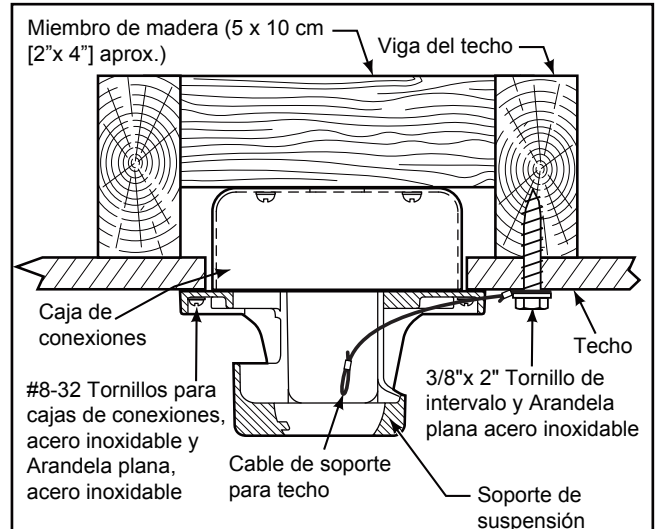

Figura 3
Uso del soporte (Figura 3)
3. Afloje los dos tornillos de fijación del soporte del barral de soporte para techo a través de la varilla. Introduzca los cables de color negro, blanco y cable de seguridad a través de la varilla. (Figura 3)
1. Fije adecuadamente el soporte colgante a la caja de empalme del techo que sea aceptable para el soporte del techo. Usando los tornillos de la caja de salida #8-32 y las arandelas planas suministrado con el ventilador. (Figura 3)
2. Perfore un orificio de 1/4" en la estructura del edificio para evitar grietas con la instalación del tornillo de intervalo. Utilice el tornillo de intervalo de 3/8"x 2" y la arandela plana para fijar el cable de seguridad a la viga del techo o a la estructura de madera. Dicho tornillo pasará a través de arandela plana, la presilla del cable de seguridad y se fijará en la estructura del edificio. (Figura 3)
NOTA: El cable de soporte para techo no se puede asegurar solamente a la caja de conexiones; se debe asegurar directamente a la viga de techo o miembro estructural con el tornillo de cabeza cuadrada de 3/8"x2" y la arandela plana. (Figura 3)